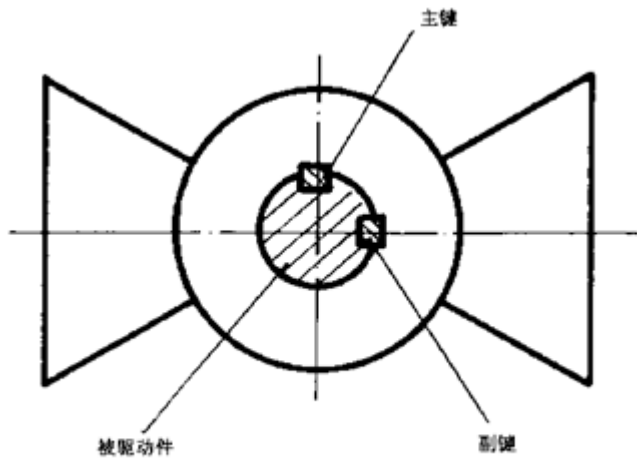

图 3
6.1.2 驱动件与被驱动件连接时, 可以采用单键或多键, 当阀门处于关闭位置时(顺时针转动为关闭)键应位于图 3 所示位置。键的尺寸应按 GB 1095 的规定。